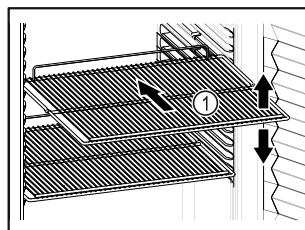

Fig. 86 Примерно изображение
- ❑ Ако стелажите за съхранение Fig. 86 (1) могат да се местят, регулирайте ги според височината.